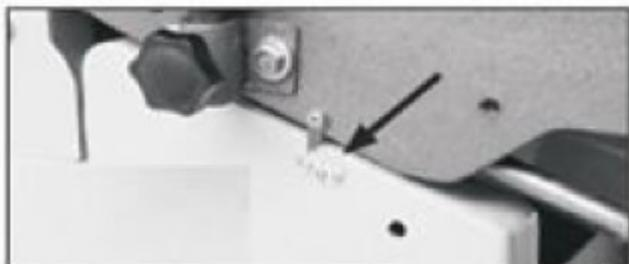

Рис. 45. Шкала глубины резания, установленная в нулевое положение
4. Отвёрткой отрегулировать указатель на нуль (рис. 45).